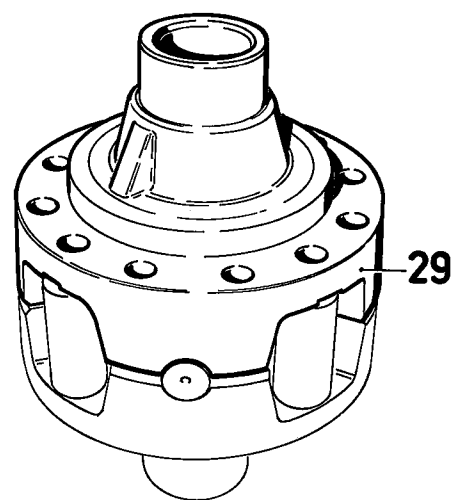
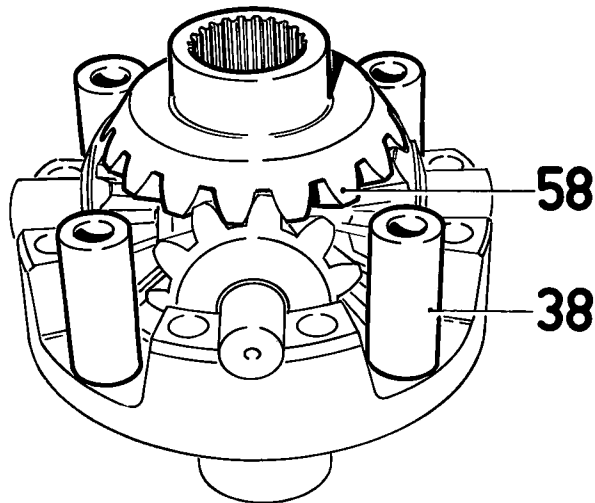
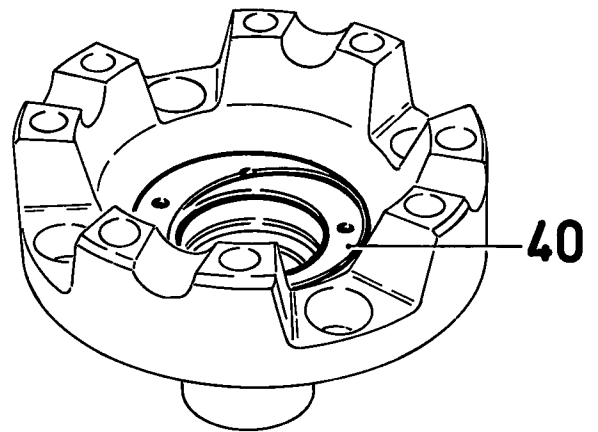
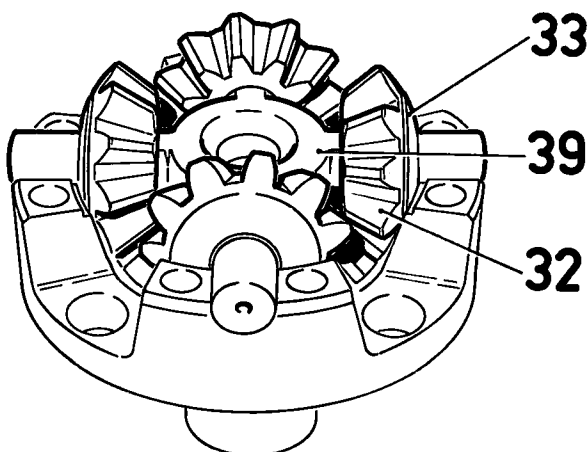

Fig. 34
Fig. 35
Fig. 37
Fig. 36
- Verwijder achtereenvolgens het reductietandwiel (34), de satellietenhuishelft (29) (fig. 34), de drukring (59), het planeetwiel (58) (fig. 35), de afstandbussen (38), het kruisstuk (39) met de satellieten (32), de drukringen (33) en de lagerbussen (31) (fig. 36), het planeetwiel (30) en de drukring (40) (fig. 37).